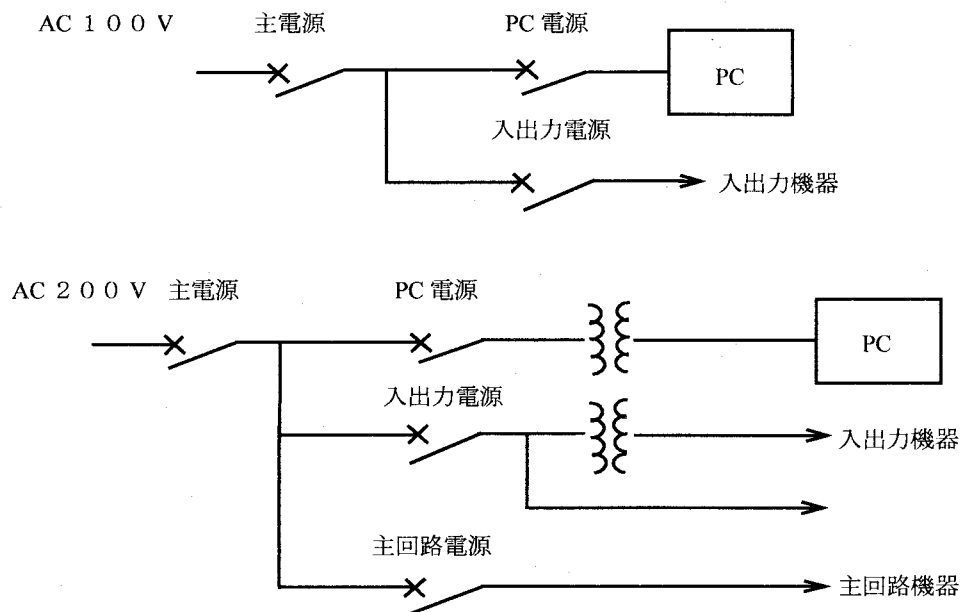

図 7-1 配線系統例
(1) 入出力機器の配線
① PC の電源と入出力機器および動力機器とは、図 7-1 の通り系統を分離して配線する。